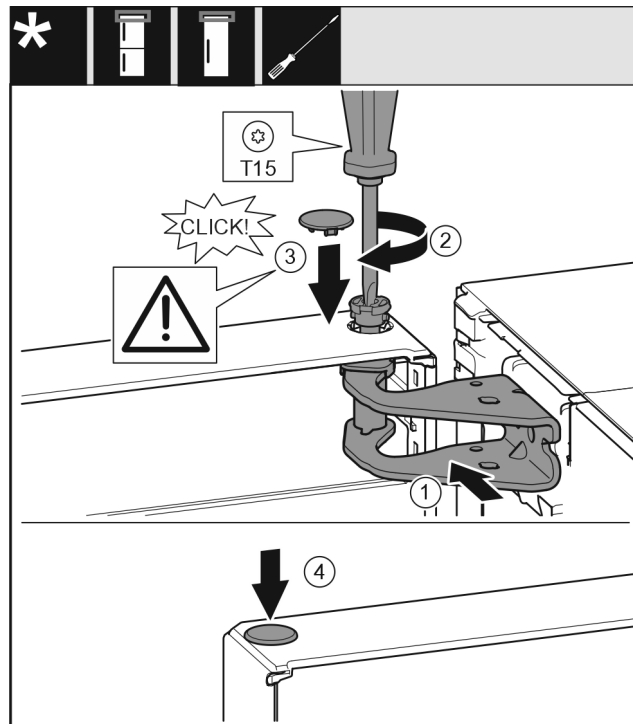

Fig. 25
- ▶ Wyrównać drzwi u góry względem otworu w płycie zawiasu Fig. 25 (1).
- ▶ Założyć sworzeń Fig. 25 (2) i dokręcić śrubokrętem.
- ▶ Założyć osłonę Fig. 25 (3).
- ▶ Sprawdzić, czy osłona Fig. 25 (3) przylega do drzwi.
- ▶ Założyć osłonę Fig. 25 (4).